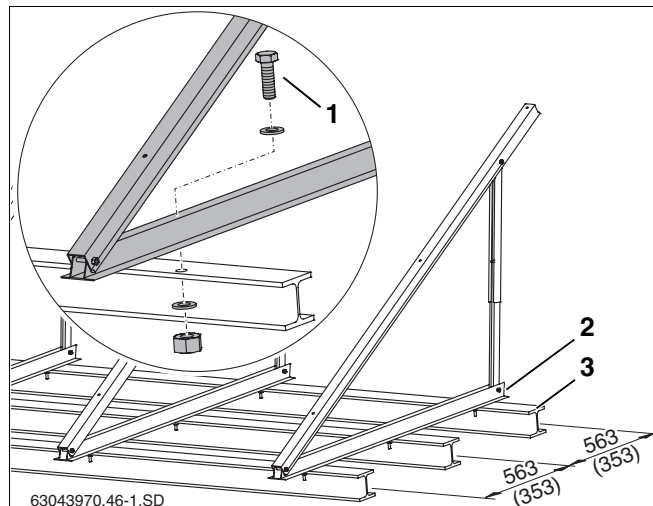

Fig. 26 Suportii acoperiș plan cu piesă T dublă, mărimi în mm (valoarea din paranteză = execuția orizontală)
Puteți fixa suportii de acoperiș plan prin ancorarea la bază. De exemplu, este descrisă fixarea elementelor piesei T duble (Fig. 26, **Poz. 3**).
- Suprapuneți profilul inferior (Fig. 26, **Poz. 2**) pe piesa dublă T și realizați găurile corespunzătoare.
- Introduceți șuruburi (vezi Tab. 8 și Fig. 26, **Poz. 1**) prin profile și prin piesa dublă T și înșurubați cu piuliță și șaibă.